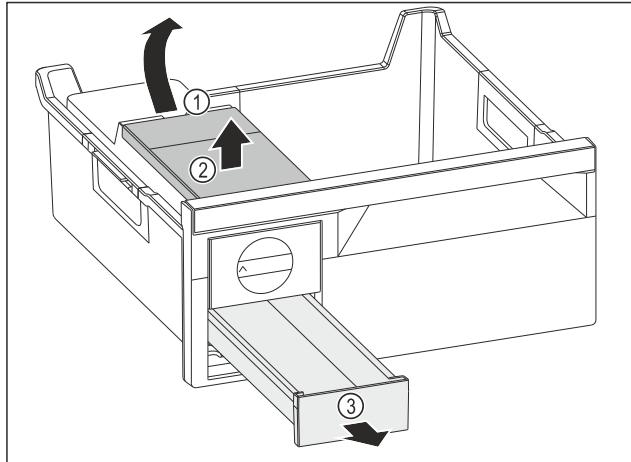

Fig. 77
- Извлеките бак для воды: Поднимите бак для воды за выемку Fig. 77 (1).
- Извлеките бак для воды Fig. 77 (2) движением вверх.
- Извлеките выдвижной ящик для кубиков льда Fig. 77 (3) движением вперед.